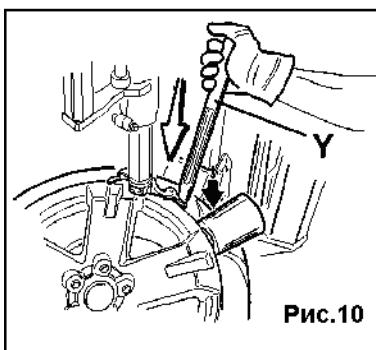
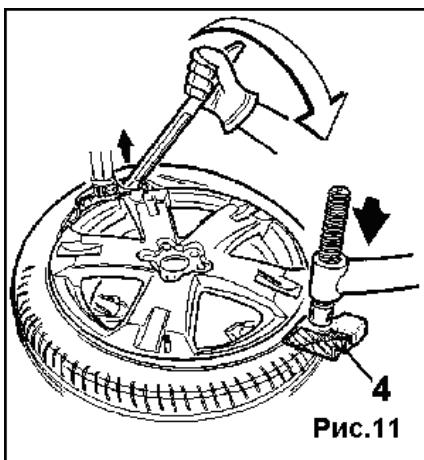

Рис.10
Рис.11
Установите ролик (Рис. 10) справа от демонтажной головки стенда и напротив прижимной головки (4), Рис. 11, таким образом, чтобы они слегка прижимали шину вниз для того, чтобы упростить отрыв борта монтажной лопаткой Y.
Поставьте прижимную головку (4) (Рис. 11) с противоположной стороны от демонтажной лопатки Y, чтобы легче было ей оперировать при установке верхнего борта покрышки над демонтажной головкой стенда.